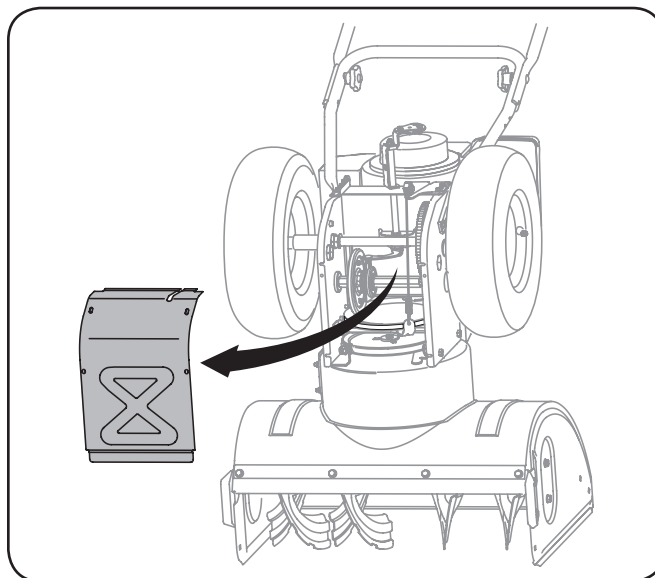

Figura 7-3
3. Saque la cubierta del marco desde debajo de la máquina quitanieve retirando los cuatro tornillos autorroscantes que la aseguran. Consulte la Figura 7-3.
5. Saque la cubierta del marco desde debajo de la máquina quitanieve retirando los cuatro tornillos autorroscantes que la aseguran. Vea la Figura 7-3.
5. Saque la cubierta del marco desde debajo de la máquina quitanieve retirando los cuatro tornillos autorroscantes que la aseguran. Consulte la Figura 7-3.
3. Saque la cubierta del marco desde debajo de la máquina quitanieve retirando los cuatro tornillos autorroscantes que la aseguran. Retire la rueda derecha quitando el tornillo y la arandela de campana que la aseguran al eje. Vea Figura 7-3.